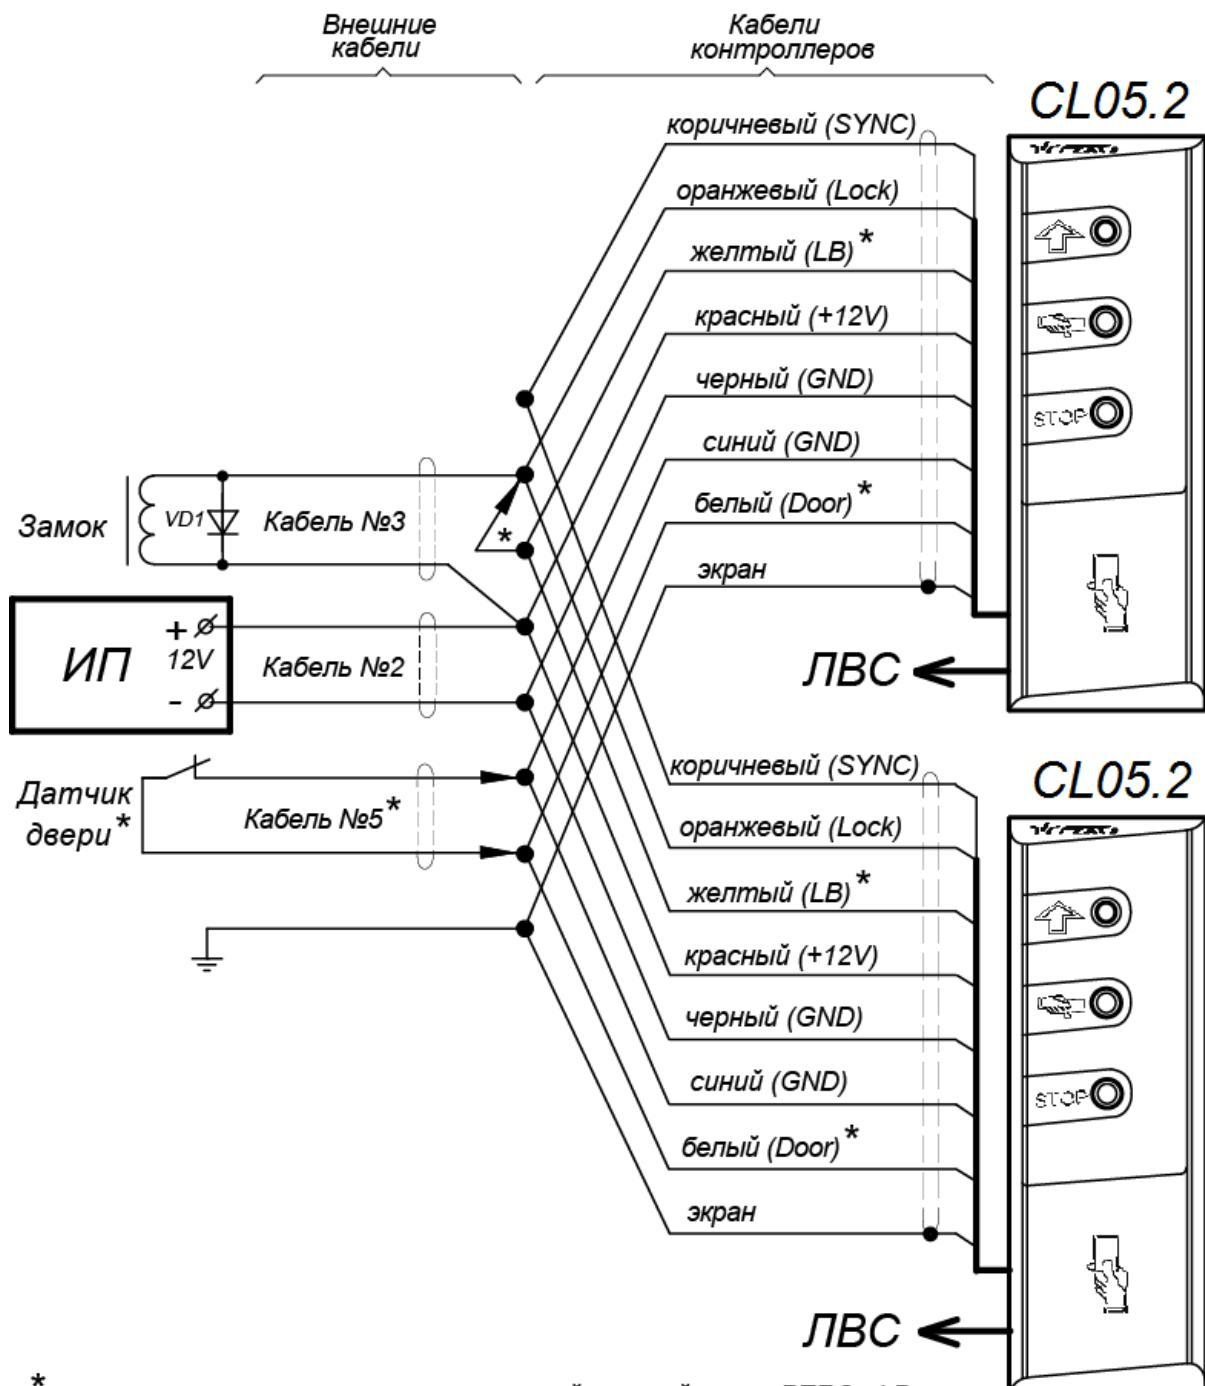

Рисунок 4. Схема параллельного подключения двух контроллеров для управления двусторонней дверью
В режиме «Синхронизация» вывод используется для синхронизации совместной работы двух контроллеров при организации двухсторонней точки прохода. В этом режиме выводы контроллеров соединяются друг с другом. Это позволяет избежать регистрации события *Взлом* ИУ при проходе в направлении, противоположном, направлению, в котором установлен контроллер. Схема подключения представлена на рис. 4. Подключение другого оборудования к дополнительным выводам контроллеров в этом случае не допускается.
15. При необходимости совместной работы двух контроллеров для обслуживания двухсторонней двери, произведите монтаж и подключение второго контроллера. Подключение производится параллельно по цветам проводов (кроме кнопки ДУ – она в этом случае, как правило, не используется, при необходимости может подключаться по отдельности к любому из контроллеров по схеме на рис. 3). Схема подключения представлена на рис. 4, при этом к соединенным между собой коричневым проводам (SYNC) ничего не подключать.